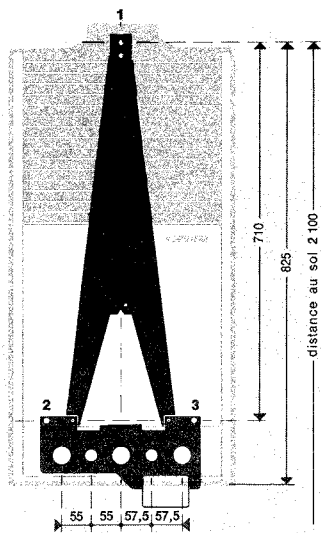

Fig. 5
- de respecter la hauteur minimale de 1,80 m pour le bas du coupe-tirage dans le cas où celui-ci sert de ventilation haute (2,10m mesuré à partir du sol jusqu'au point de fixation (1 fig.5).
Monter la nappe des canalisations sur le mur en respectant l'ordre des arrivées et départs qui est de gauche à droite (fig. 5), et en respectant l'emplacement qu'il faut réserver sur le mur pour le logement du vase d'expansion, la chaudière étant mise en place.